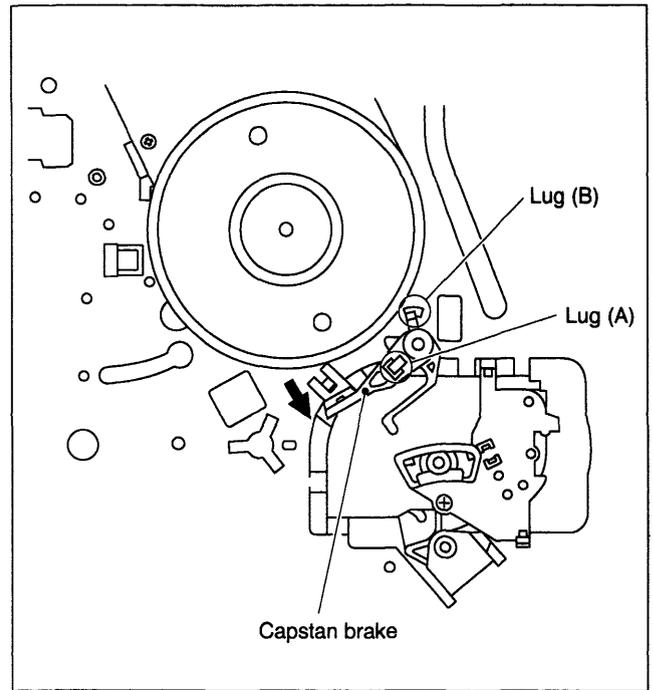

Fig 2-2-30
- (1) Mova a travas (lug) (A) do freio do capstan na direção indicada pela seta de modo que a mesma se alinhe com a fenda do chassis (Veja Fig 2-2-30)
- (2) Remova a trava (B) do freio do capstan do chassis e remova o freio do capstan